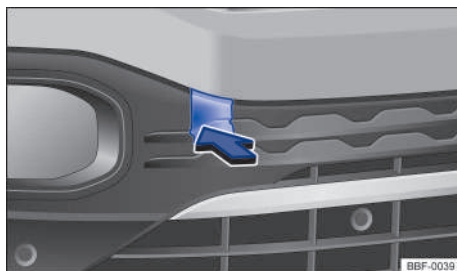

Fig. 165 En el parachoques delantero a la derecha: suelte y desmonte la cubierta.
El alojamiento de la argolla de remolque roscado está ubicado a la derecha del parachoques delantero, detrás de una cubierta → fig. 165.
- Presione en la zona inferior de la cubierta → fig. 165  para soltar la traba de la cubierta.